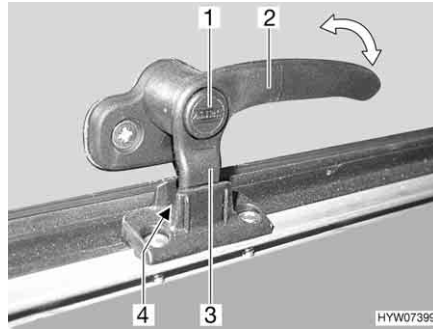
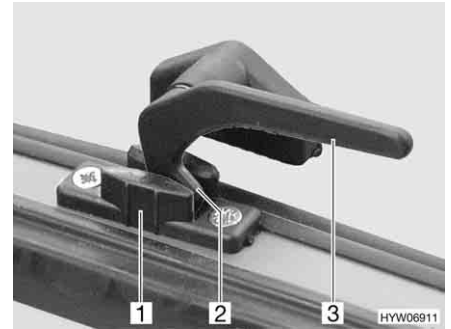

Fig. 81 Leva di serraggio con bottone di sicurezza in posizione "Aerazione continua"
Fig. 82 Leva di serraggio in posizione "Aerazione continua"
- In posizione di "Aerazione continua" (Fig. 81 e Fig. 82)
- Se presente, premere e tenere premuto il bottone di sicurezza (Fig. 81,1).
- Ruotare la leva di serraggio (Fig. 81,2 o Fig. 82,3) di un quarto di giro verso il centro della finestra.
- Girare nuovamente all'indietro la leva di serraggio. Riportare contemporaneamente il nasello di chiusura (Fig. 81,3 o Fig. 82,2) della leva di serraggio nella rientranza della chiusura della finestra (Fig. 81,4 o Fig. 82,1).
- Se presente, rilasciare il bottone di sicurezza (Fig. 81,1).